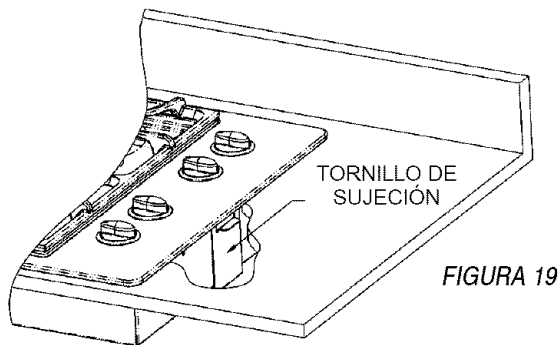

FIGURA 19
4. Quite los soportes de sujeción. (Vea la figura 19.)